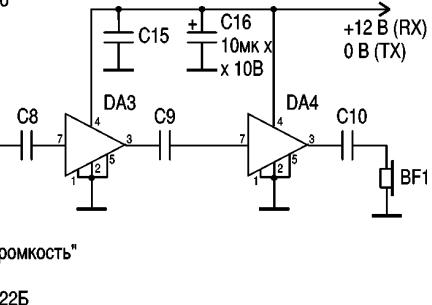

рис. 2
В режиме приема (RX) сигнал с диодного смесителя поступает на ФНЧ (C12, L1, C11), через конденсатор C7, резистор R7 (регулятор громкости) и конденсатор C8 – на DA3, а затем через C9 – на DA4. С вывода 3 DA4 усиленный сигнал через C10 поступает на высокоомные головные телефоны BF1 (например, TA-56М, ТОН-2 и другие, которые можно соединять как последовательно, так и параллельно). Если необходим громкий прием, то применяют схему, показанную на **рис.2**, которая позволяет подключать телефонный УНЧ к динамической головке BA1 мощностью 0,5 Вт.